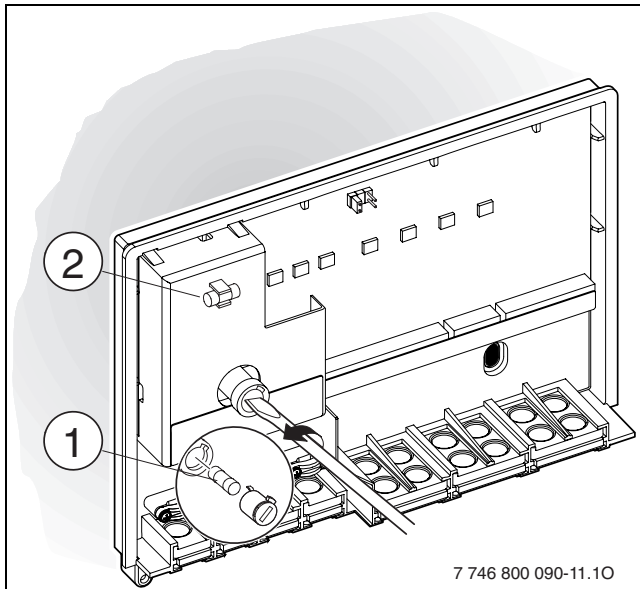

Fig. 14 Sostituzione del fusibile
- Sostituire il fusibile (→ fig. 14, [1]). Un fusibile di riserva [2] è situato sulla copertura del modulo.